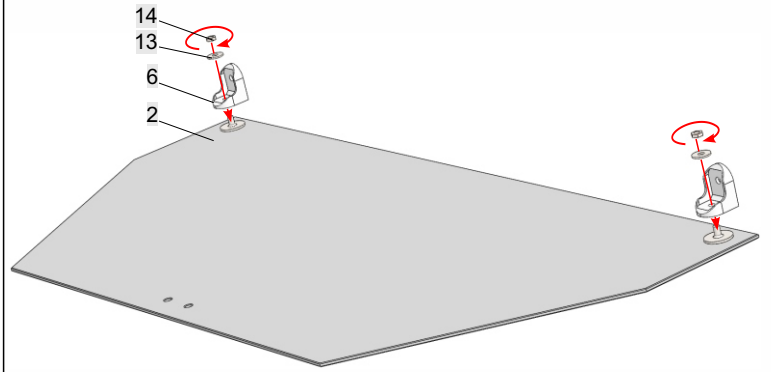

Рис. 2
2. Положить **дет.2** (рис. 2). Закрепить **детали 6** на **дет.2** помощью шайб (**13**) и гаек (**14**).